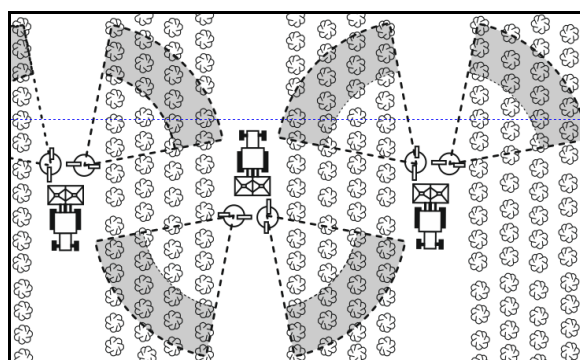

Рис. 20
5. Покладіть карданний вал в передбачений тримач (Рис. 20).